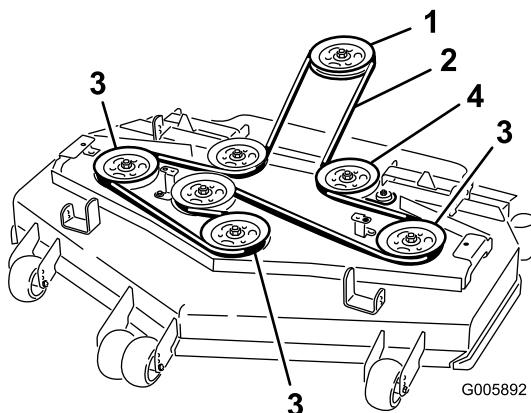

Figura 58
6. Installate la nuova cinghia attorno alle pulegge (Figura 58).